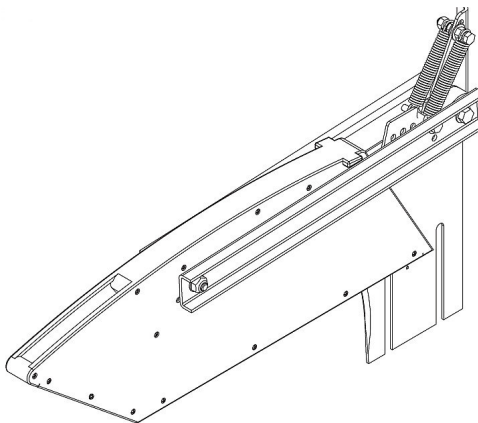

Abb. 14: Sägeblattabdeckung montieren
Schritt 16: Die Abdeckhaube (Abb. 14) ist betriebsbereit montiert. Darauf achten, dass die Abdeckhaube immer durch das Eigengewicht auf der Tischplatte aufliegt, aber die beiden Schrauben spiefrei befestigt sind.